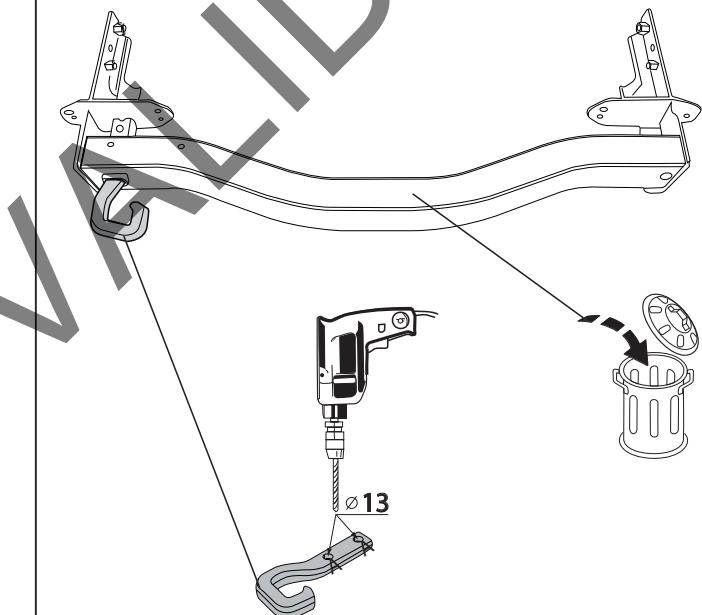

Fig. 3
6. **Внимание, если имеются:** Просверлить отверстия А диаметром Ø 13 мм насквозь (см. рис. 3).